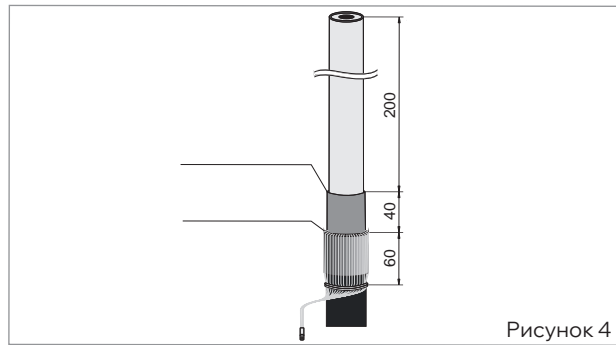

Рисунок 4
- Удалить слой полупроводящего экрана с жилы кабеля, оставив участок экрана длиной 40 мм возле среза оболочки. После удаления полупроводящего экрана поверхность полиэтиленовой изоляции должна быть гладкой, без бугров, заусенцев и частиц экрана. Недостатки на поверхности полиэтиленовой изоляции устранить наждачной бумагой. Поверхность изоляции жилы очистить салфеткой, смоченной в бензине или растворителе (рис. 4).